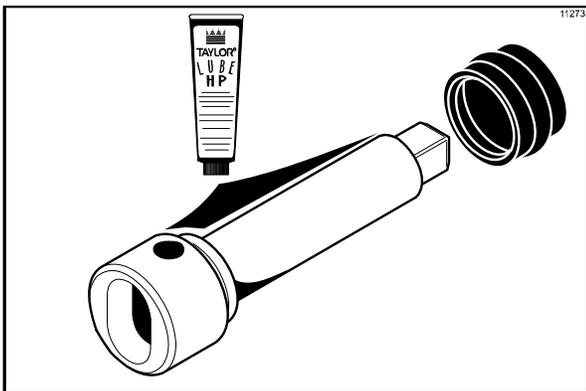

Figura 110
1. Antes de instalar el eje motor de la batidora de batidos, lubrique la ranura del eje motor de la batidora. Monte el sello de bota del eje motor de la batidora en el extremo del eje motor e introduzca el extremo en la ranura del eje. Lubrique abundantemente la parte interna del sello de bota y el extremo plano del sello de bota que tiene contacto con el cojinete de armazón trasero. Aplique una capa uniforme de lubricante al eje. NO lubrique el extremo cuadrado. (Vea la figura 110).